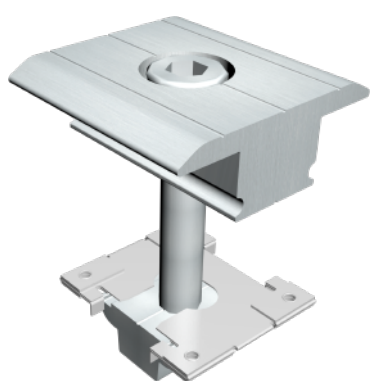
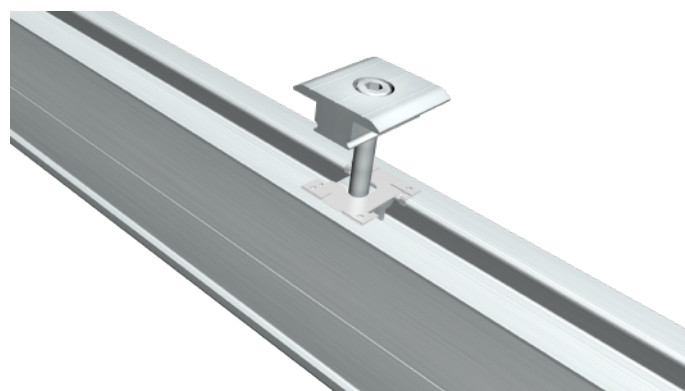

图1
图2
3.4如果方案中有导电夹和导电片，请在安装中压块前，把导电片套进中压块（图1），然后把套好导电片的中压块装在横梁上，用导电片的4只夹片在轨道上卡紧（图2），再用电池组件压在导电片上（图3）。安装好其他电片。